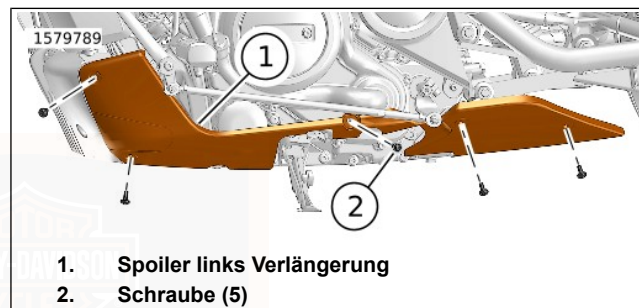
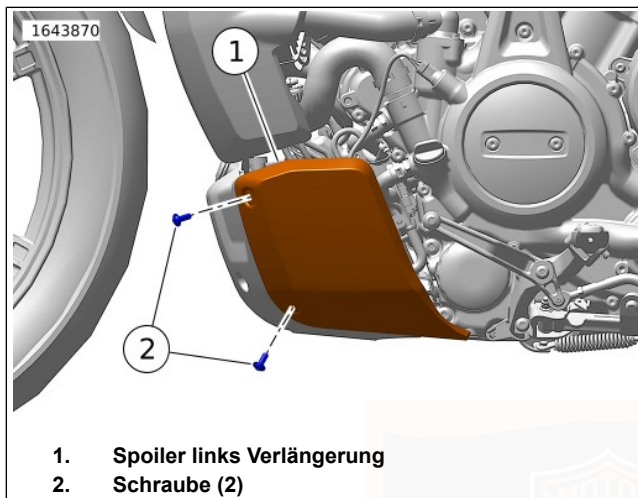

Abbildung 86. Spoiler linke Verlängerung (lang)
Abbildung 87. Spoiler Linke Verlängerung (Lang)
1. Siehe Abbildung 86 und Abbildung 87. Schrauben (2) entfernen.
2. Spoiler linke Verlängerung (1) ausbauen.
1. Siehe Abbildung 86 und Abbildung 87. Spoiler linke Verlängerung (1) einbauen.
2. Die Schrauben (2) anbringen. Festziehen.